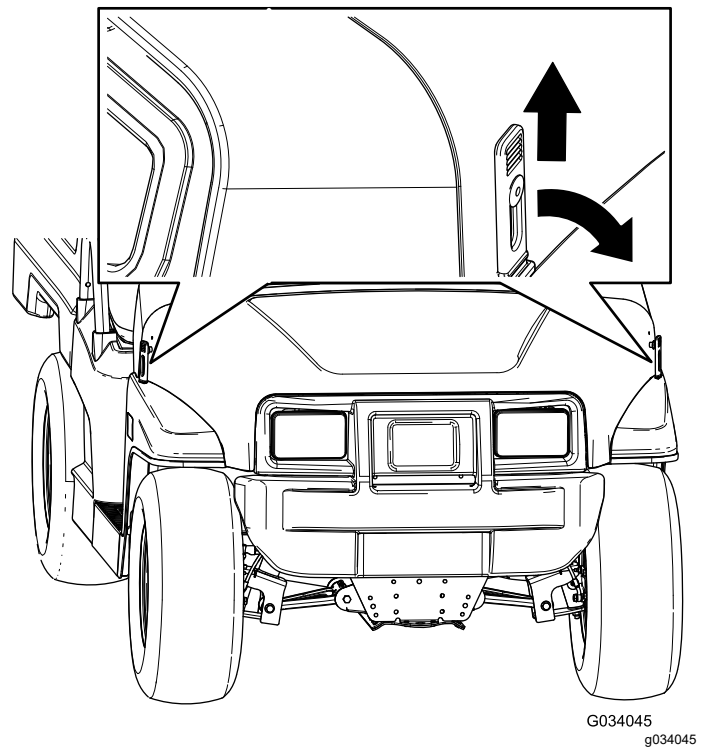

Figura 23
- Tire hacia arriba de los cierres de goma de cada lado del capó (Figura 23).
- Sujete el capó alineando los cierres de goma con los anclajes situados en cada lado del capó (Figura 23).